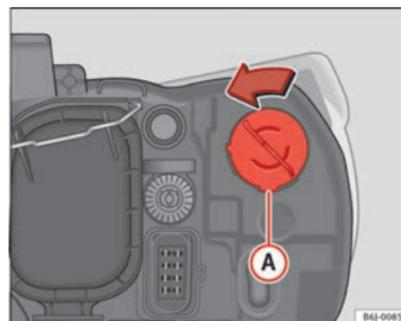

Fig. 157 Feux clignotants
- Tournez le support d'ampoules ⇒ fig. 157 **A** vers la gauche puis tirez.